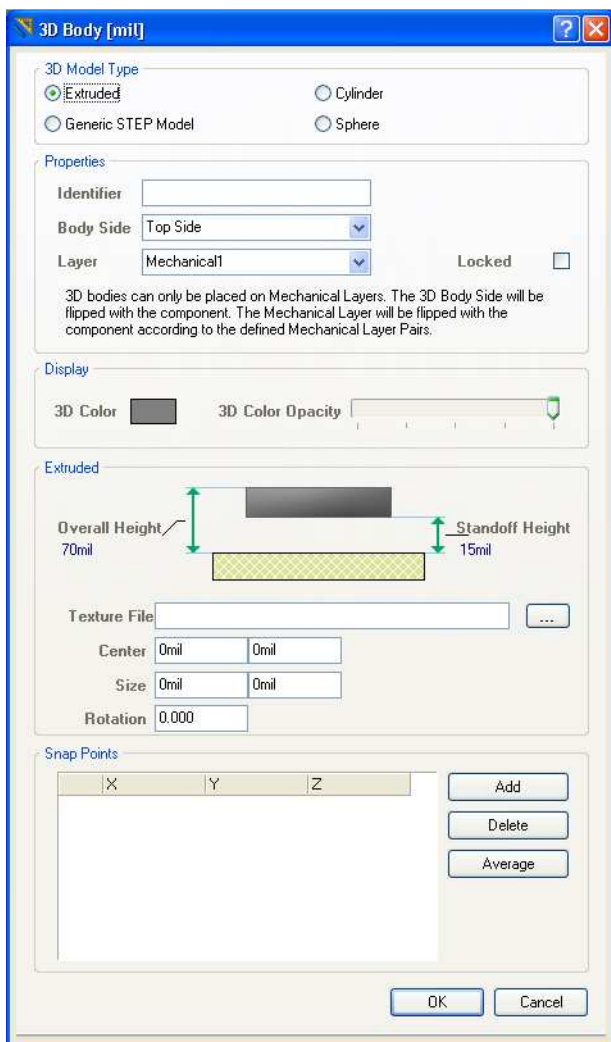

Рис. 75. Параметры 3D Body
3. Выбрать команду «Place>Place 3D Body» (горячие клавиши: P, B). Откроется диалог «3D Body», показанный на Рис. 75. Объекты «3D Body» могут быть созданы из простейших форм (экструдированной прямоугольной, цилиндрической, сферической) или с помощью импорта модели STEP. При необходимости можно использовать комбинацию обоих методов.